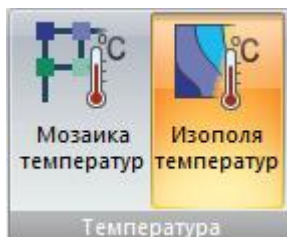

Рис. 8. Панель **Температура**
- **Температура** (рис.8) – вывод на экран мозаик и изополей температур в узлах и элементах схемы по результатам стационарного и нестационарного расчета теплопроводности.